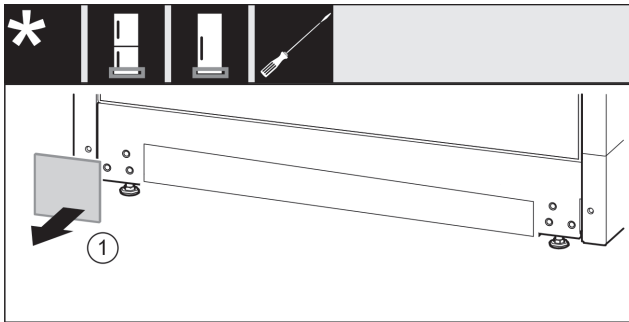

Fig. 16
- Abdeckung Fig. 16 (1) abnehmen.